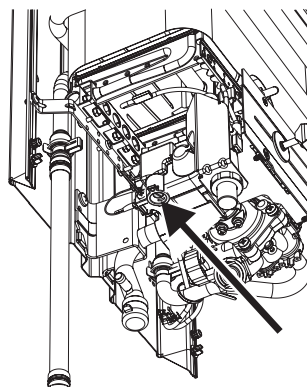

Fig. 12 Șurub de reglare pentru debit maxim de gaz
- ▶ Se desface garnitura de pe șurub (fig. 12).